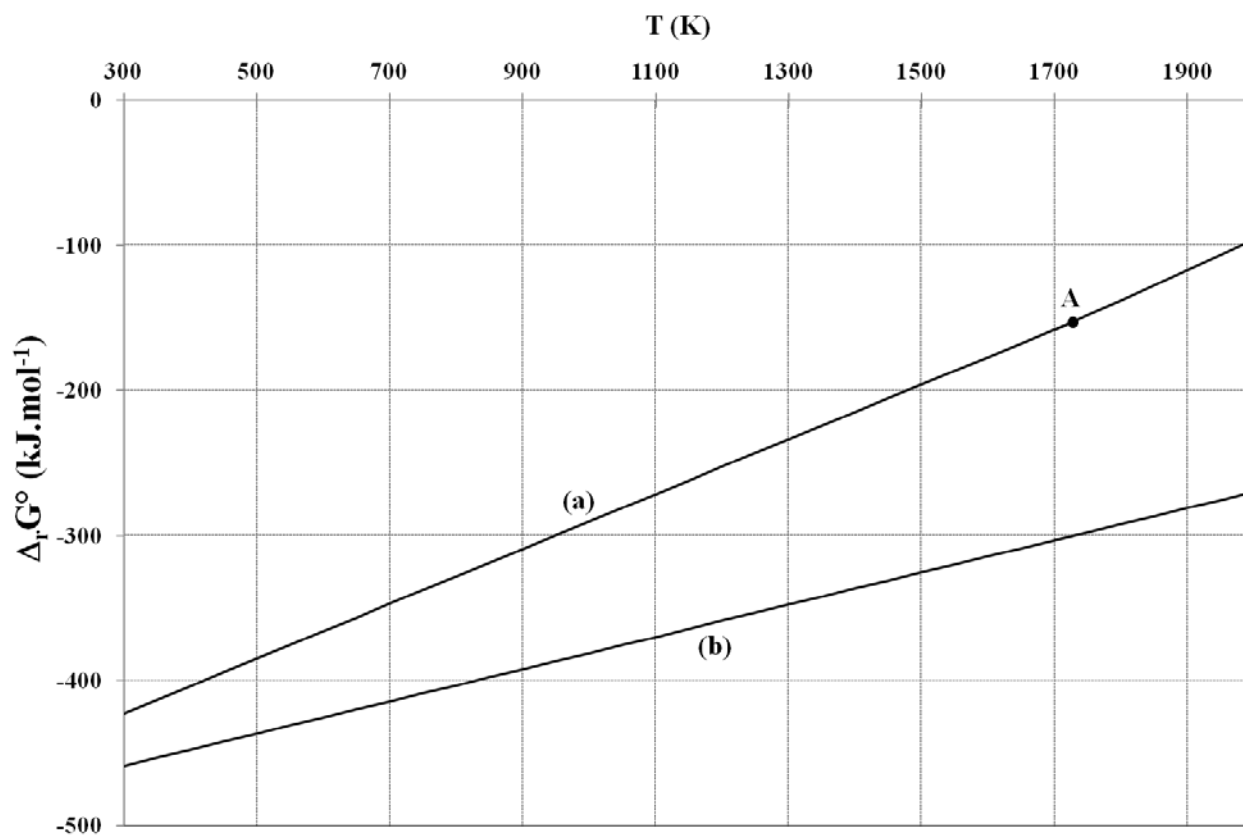

Figure 1 : diagramme d'Ellingham du nickel et du dihydrogène
La figure 1 représente le diagramme d'Ellingham, entre 300 et 2000 K, associé aux couples NiO/Ni et  $\text{H}_2\text{O}/\text{H}_2$  (les réactions correspondantes sont ramenées à une mole de dioxygène). A l'état solide, le nickel et son oxyde, NiO, seront considérés comme non miscibles.
**2.3.** Sur la figure 1, l'équation de la droite correspondant au couple  $\text{H}_2\text{O}/\text{H}_2$  est :